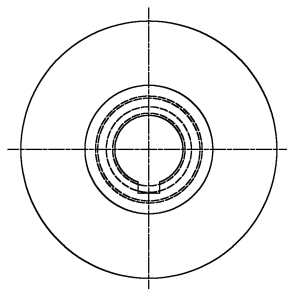

图 2-47 绘制中心线
8) 执行“中心线”命令下面的“过孔的十字中心线” (amcencrinhole) 子命令，单击右边的视图中直径为 60 的圆并确定，绘制该图的十字中心线。如图 2-47 所示。